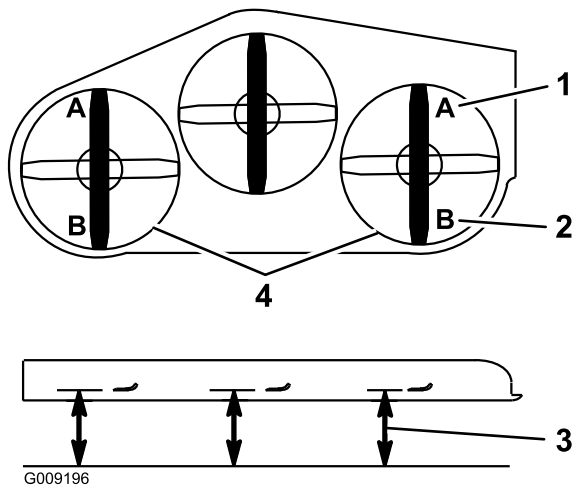

Figure 96
9. De chaque côté du tablier de coupe, mesurez la distance entre la surface plane et la pointe avant de la lame (position A), comme montré à la Figure 96.
15. De chaque côté du tablier de coupe, mesurez la distance entre la surface plane et la pointe arrière de la lame (position B), comme montré à la Figure 96.